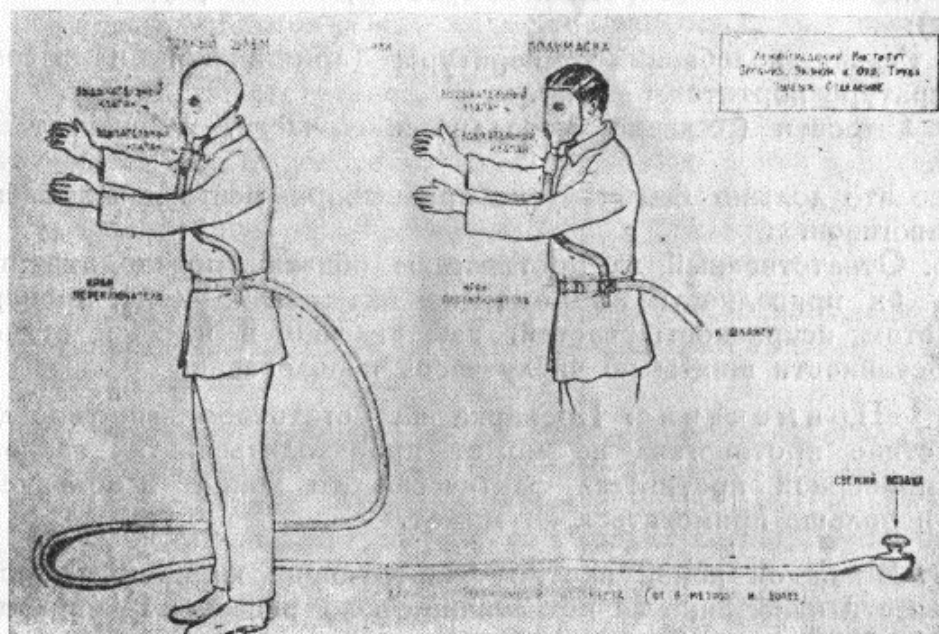

Рис. 2. Шланговый дыхательный прибор.
48. Шланговый дыхательный прибор состоит из резинового шлема или полумаски снабженных вдыхательным и выдыхательным клапанами и гофрированного резинового рукава длиной до 20 метров, снабженного специальным приемником (рис. 2). В варианте прибора с нагнетанием воздуха, последний подается либо от заводской компрессорной установки, либо специальной воздухопроводной, либо мехами вручную.